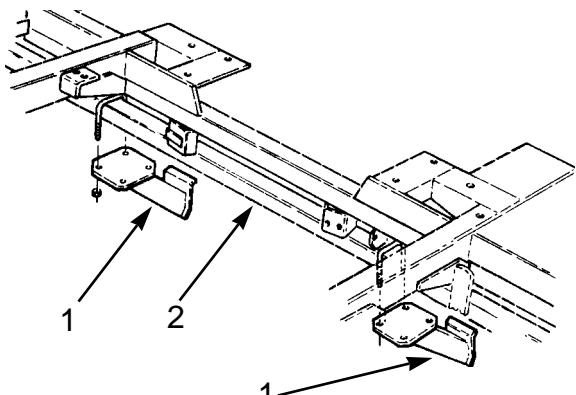

図8
1. No.1ユニット前部の左右のフレーム・チューブにあらローラ・バンパー用取り付け位置(図8)を確認する。
2. 左右のフレーム・チューブにローラ・バンパーを仮止めする(図8; Uボルトとロックナットを使用)。